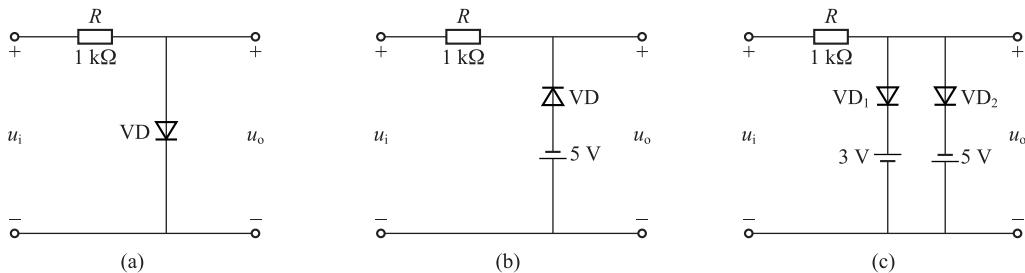

图 1-26 思考与练习题 5 图
5. 如图 1-26 所示电路,二极管为理想二极管,  $u_i = 10 \sin \omega t$ , 试画出  $u_o$  的波形。若二极管正向导通压降为 0.7 V, 波形又如何变化?